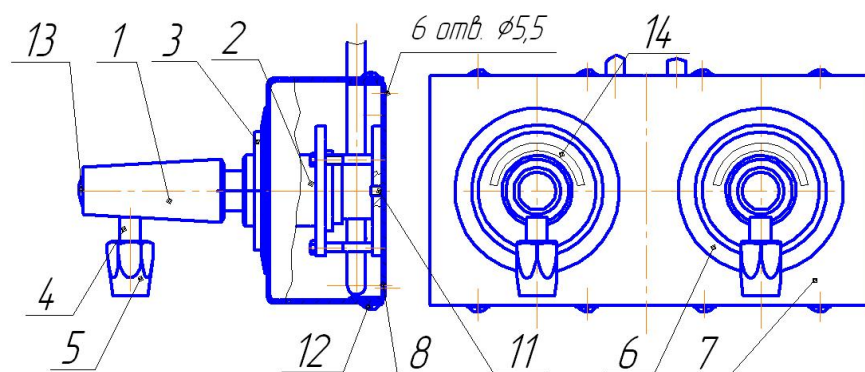

Рис.1 СКБ-1 ДЖЕТ 378 12 00 00-13
4.1 СКБ-1 в сборе (см. рис.1) состоит из двух штекеров газовых 1, двух клапанов газовых 2, коробки монтажной, состоящей из крышки 7 и основания 8.
4.6. Для выключения СКБ-1 необходимо нажать до упора планку запорную 3 (см. рис.1) и вынуть штекер газовый 1 из клапана газового 2.
5.1 Для установки СКБ-1 см. рис.1 необходимо: